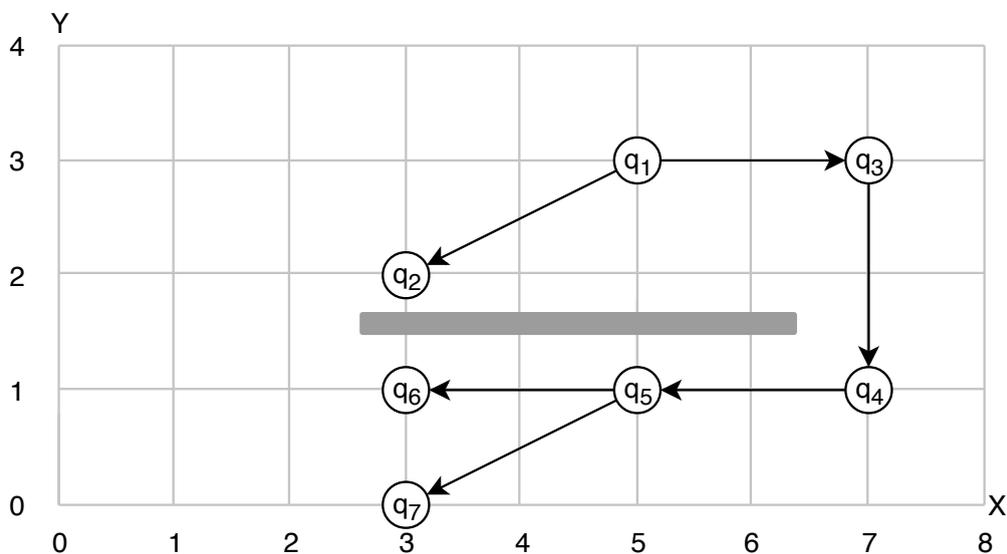

Abbildung 3: RRT*-Baum
Gegeben Sei der RRT*-Baum in Abbildung 3, bestehend aus sieben Knoten $q_1 - q_7$ mit dem Startknoten $q_{start} = q_1$. Die Kanten werden über Pfeile vom Elternknoten zum Kindknoten dargestellt. Es wurden bereits sieben RRT*-Schritte durchgeführt. Der RRT*-Algorithmus verwendet die Schrittweite $d = 2$, den Rewiring-Radius $r = 3$ und die euklidische Distanz als Kostenmetrik $Cost(q_a, q_b) = \|q_a - q_b\|$.
- (c) Zeichnen Sie den RRT*-Baum nach dem Rewiring-Schritt. Verwenden Sie Pfeile als Kanten, die vom Elternknoten auf die Kindknoten zeigen (wie in in Abbildung 3). 3 P.